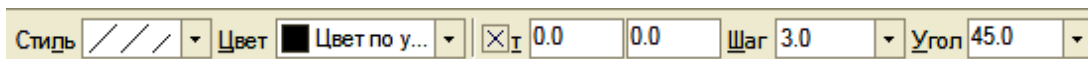

Рисунок 4.20 Параметры штриховки
- Параметры ввода (Рисунок 4.20)